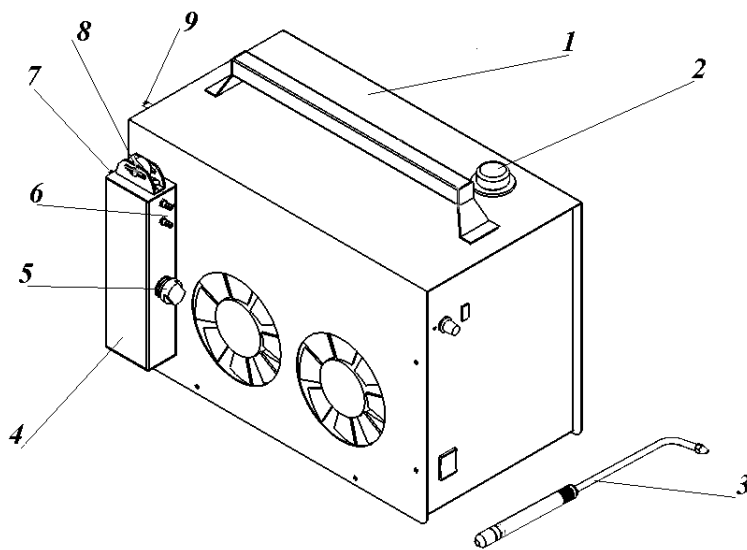
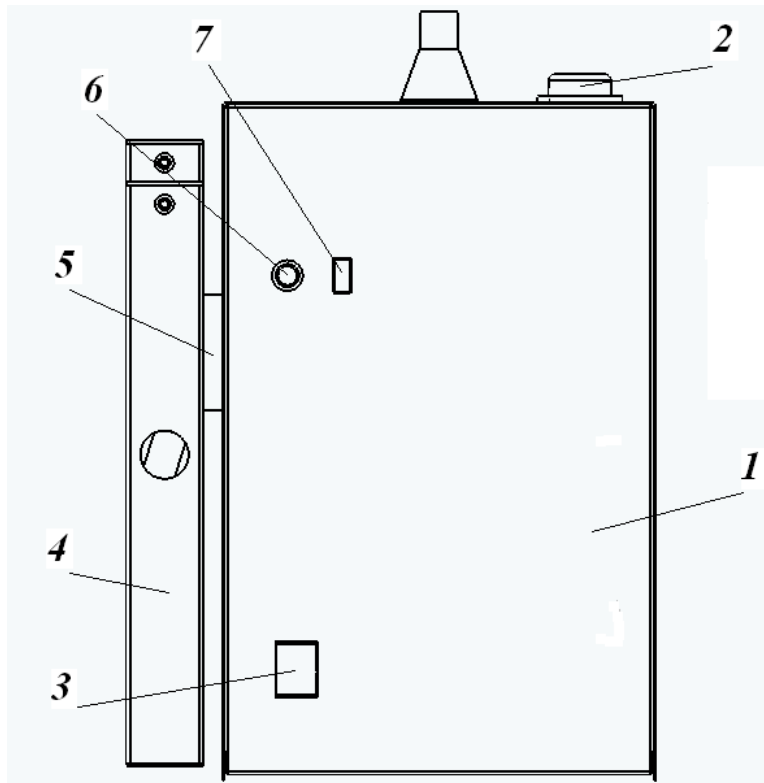

Рис.2 Внешний вид установки Лига-31
Рис.3 Лига-31 (вид спереди)
4.1 Внешний вид установки приведён на рис.2.
Произведённая в электролизере 1(Рис.2) водородно-кислородная газовая смесь проходит через водяной затвор, который играет роль огнепреградителя при обратном ударе (воспламенение смеси в газовом тракте, возникающее при выключении установки или в аварийных ситуациях).
Выработанная в процессе электролиза газовая смесь насыщена парами воды. Для того, чтобы от них избавиться, газовая смесь проходит через охладитель-обогащитель 4(Рис.2), в котором собирается избыточная влага. Кроме того, охладитель-обогащитель 4 используется для того, чтобы иметь возможность менять состав пламени, т.е. соотношение горючего и окислителя. Это устройство позволяет с помощью регулятора 8(Рис.2), расположенного на охладителе-обогащителе, вводить в газовую смесь пары летучих углеводородов (**бензол**, бензин и т.п.). Полученная газовая смесь по шлангу поступает в горелку 3, собранную вместе с дополнительным "сухим" огнепреградителем. Количество произведённой газовой смеси (производительность) регулируется с помощью регулятора тока 6 (Рис.3) и отображается на
индикаторе 7(Рис.3) цифрой от 0 до 9. Если производительность установки не соответствует диаметру сопла горелки или засорены газовые магистрали, то внутри электролизёра увеличивается давление. При превышении давления над 0,6 атм. срабатывает аварийный датчик давления, который, воздействуя на силовой блок, выключает ток через электролизёр 1 и подаёт звуковой сигнал, при этом на индикаторе 7(Рис.3) загорается символ «Р». В случае выработки всего запаса дистиллированной воды срабатывает датчик уровня, который выключает ток через электролизер и подает звуковой сигнал, при этом на индикаторе 7(Рис.3) загорается символ «U».
6.3 Произвести установку охладителя-обогапителя 4(Рис.3) в направляющих 5(Рис.3) на корпусе электролизера 1(рис.3) и соединить его шлангами с электролизером и горелкой. Входной штуцер 7(рис.2) соединить коротким шлангом с выходным штуцером 9(рис.2), выходной штуцер соединить длинным шлангом с горелкой 3(рис.2). Тщательно затянуть сопло на горелке.
7.1 Ручку регулятора тока 6(рис.3), расположенную на лицевой панели силового блока, вывести в крайнее левое положение (против часовой стрелки).
3(Рис.3) при этом заработают вентиляторы. Ручку регулятора тока плавно повернуть по часовой стрелке до загорания необходимой цифры на индикаторе 7(рис.3).
7.3 Регулирование расхода газовой смеси осуществляется ручкой регулятора тока 6(Рис.3).
7.4 Регулирование степени обогащения газовой смеси парами углеводорода происходит при вращении ролика регулятора 8(Рис.2) из одного крайнего положения в другое. При этом характер и цвет пламени меняется от окислительного (сплошное жёлтое пламя), до восстановительного (голубое пламя). **Для сварки стали необходимо добиться, чтобы длина голубого язычка пламени (ядра) достигала длины 5-10 мм.**
Предварительно необходимо заправить охладитель-обогапитель углеводородом (например **бензолом** или бензином). Для этого снять охладитель-обогапитель с направляющих 5(рис.3), открутить пробку 5(рис.2) и **предварительно слив отстой** из образовавшегося отверстия в это же отверстие залить до 100мл **бензола** или другого углеводорода (примерно на 1 час непрерывной работы). Затем закрутить пробку 5(рис.2) и установить охладитель-обогапитель на место. По мере работы необходимо доливать углеводород в охладитель-обогапитель.
7.5 Гасить горелку следует резко сдув пламя, как при гашении свечи. После этого выключить электролизёр. Если пламя не сдувается, можно просто регулятором тока 6(рис.3) выключить электролизёр, при этом будет слышен негромкий щелчок (сработает "сухой" огнепреградитель, смонтированный в ручку горелки). После выключения электролизёра перевести ролик регулятора 8(рис.2) в среднее положение.
(звуковой сигнал с одновременным загоранием сигнала «U» на индикаторе 7(Рис.3)) необходимо восстанавливать уровень электролита, доливая в электролизер **дистиллированную** воду. Для этого нужно выключить установку из сети, убедиться, что сливная пробка 1(Рис.5) плотно завинчена, вывернуть пробку из заливной горловины 2(рис.2) и в образовавшееся отверстие с помощью **чистой** воронки долить **дистиллированной** воды столько, чтобы она появилась у нижнего среза заливной горловины. Доливать воду следует аккуратно, следя за тем, чтобы капли жидкости не попадали на корпус установки. При попадании жидкости на корпус установки заправку следует немедленно прекратить и удалить следы протечки с корпуса установки. После окончания залива необходимо завернуть пробку заливной горловины на прежнее место.